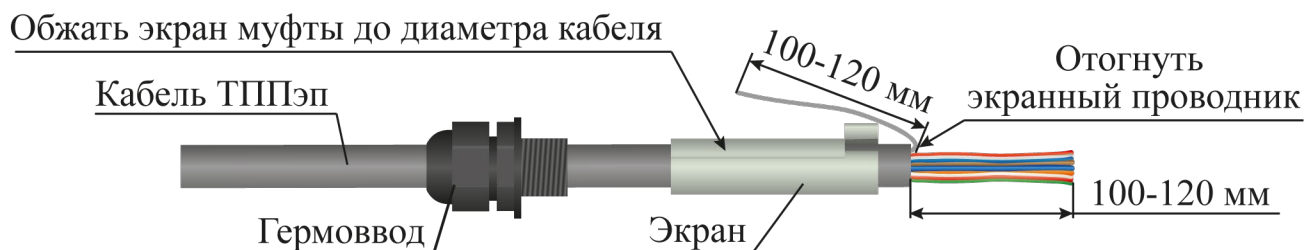

Рисунок 4.24
– надеть на оболочку кабеля ТППЭп в следующей последовательности: гермоввод, экран муфты переходной (рисунок 4.24);
- обжать экран муфты переходной до внешнего диаметра кабеля ТППЭп с помощью плоскогубцев (рисунок 4.24);
- снять оболочку со свободного конца кабеля ТППЭп (с кабеля ТППБЭп снять белую и черную оболочки) длиной 100 - 120 мм (рисунок 4.24);
- экранирующий проводник отвести в сторону (рисунок 4.24);